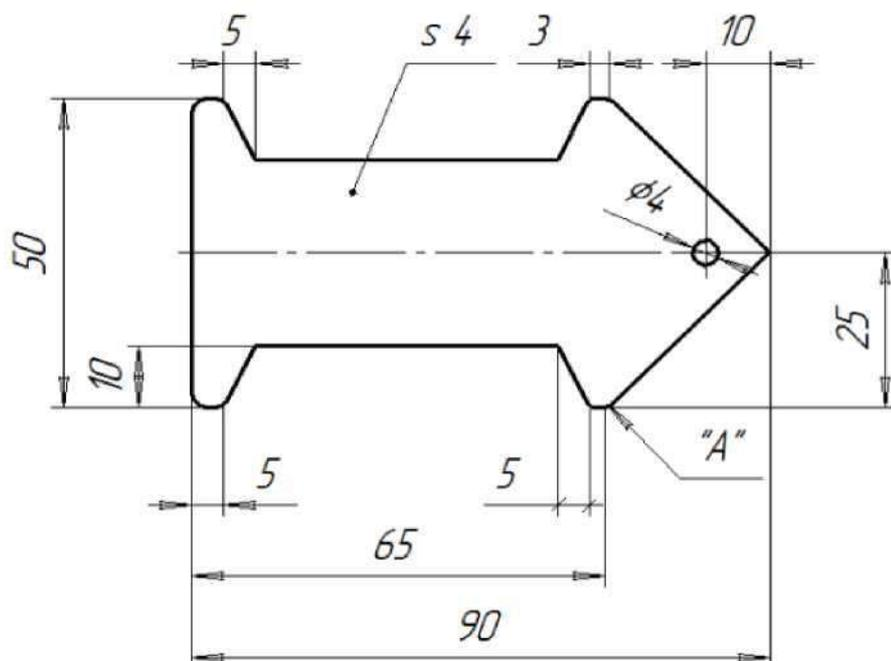

Рис. 1. Чертеж бобины для ниток
1. По чертежу изготовить основу для намотки ниток (лент, тесьмы) (Рис. 1), материал-фанера, заготовка 100×60×4.